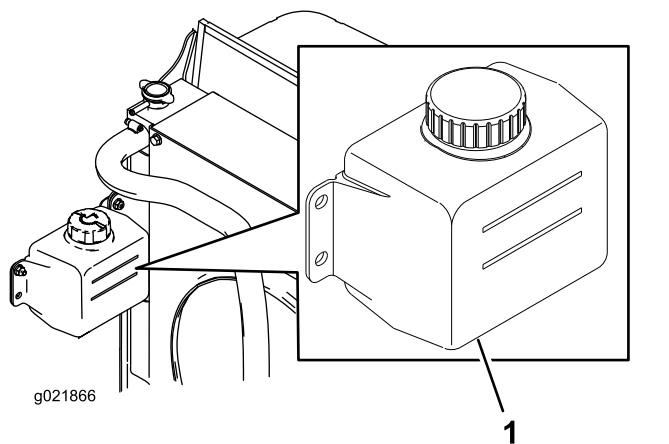

Figura 92
1. Compruebe el nivel de refrigerante en el depósito (Figura 92).